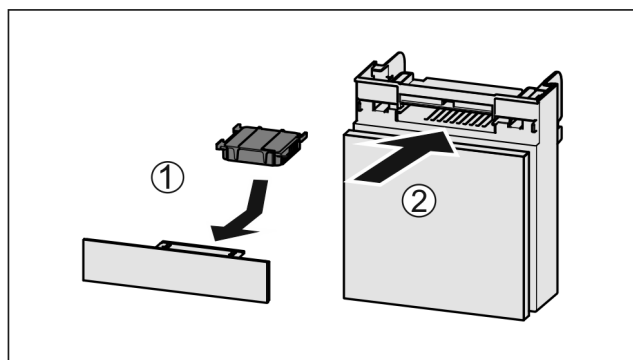

Fig. 167
- ▶ Filtr s aktivním uhlím vložte podle vyobrazení Fig. 167 (1).
- ▶ Zásuvku zasuňte Fig. 167 (2).